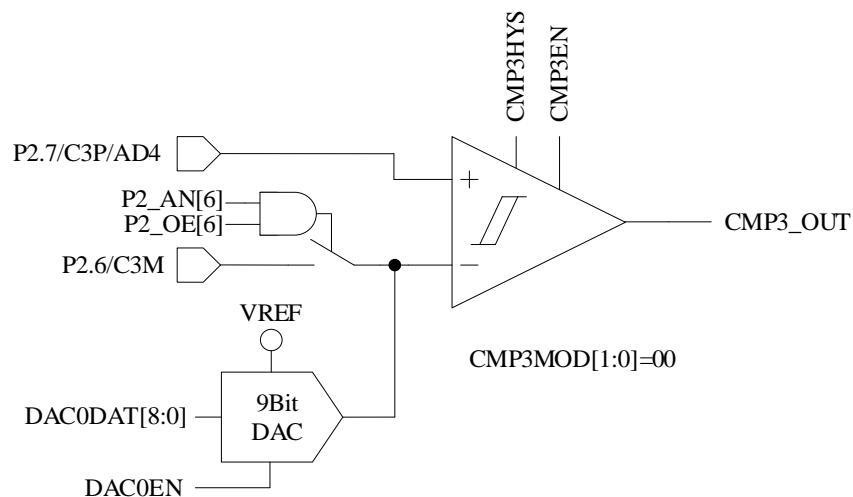

图 28-2 单比较器输入模式
- 配置 CMP_CR1[CMP3MOD] = 00，CMP3 为单比较器输入模式，具体输入输出端口及接法如图 28-2 所示